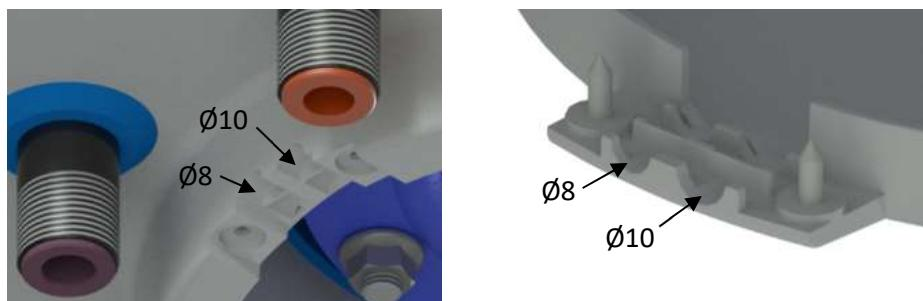
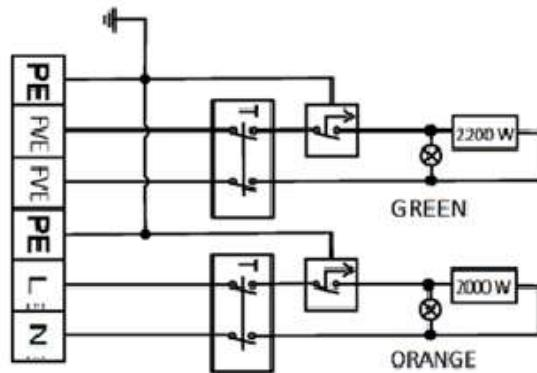
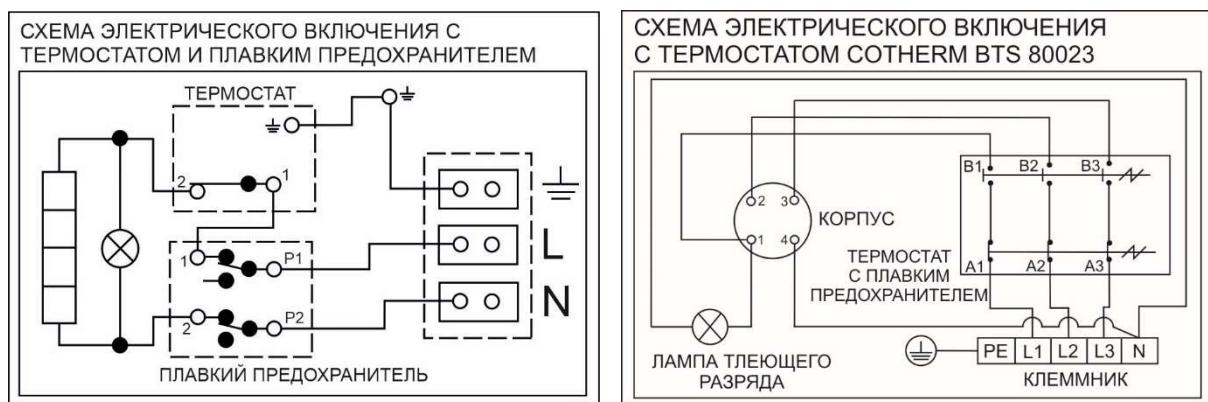

Рисунок 7
Рисунок 8
Рисунок 9
Подключение выполните согласно схеме. Подключение, выполненное на заводе, запрещено менять! (Рисунок 8, Рисунок 9). В крышке электропроводки снимите перегородку, соответствующую диаметру подводящего провода ф8 или ф10 (Рисунок 7). Степень защиты электрических компонентов водонагревателя - IP 44. Потребляемая мощность электрических нагревательных элементов составляет 2000 Вт и 2200 Вт - относится к варианту ОКСЕ 2/2 кВт. Потребляемая мощность электрических нагревательных элементов составляет 2000 Вт и 4000 Вт - относится к варианту ОКСЕ 2/4 кВт.
- Схема эл. подключения прилагается к водонагревателю на крышке электропроводки (Рисунок 8, Рисунок 9).